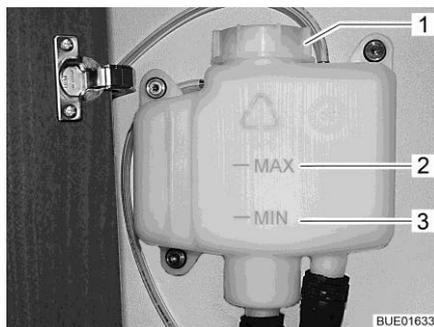

Fig. 286 Vase d'expansion sans cache
- Contrôler si le liquide se trouve entre les marques "MIN" (Fig. 286,3) et "MAX" (Fig. 286,2) sur le vase d'expansion (Fig. 286).
- Ouvrir le bouchon du vase d'expansion (Fig. 286,1).